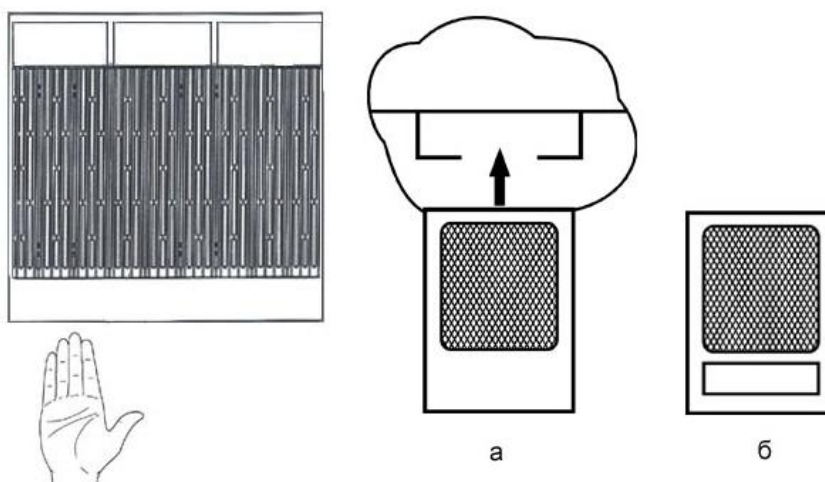

Рис. 3. Извлечение и установка воздушного фильтра.
1. Вставьте руку под корпус устройства, как показано на рис. 3.
2. Возьмитесь за ручку-выемку на фильтре (рис. 3б), потяните вниз, а затем с усилием потяните на себя.
2. Возьмите фильтр, как показано на рис.3а и вставьте его в направляющие.